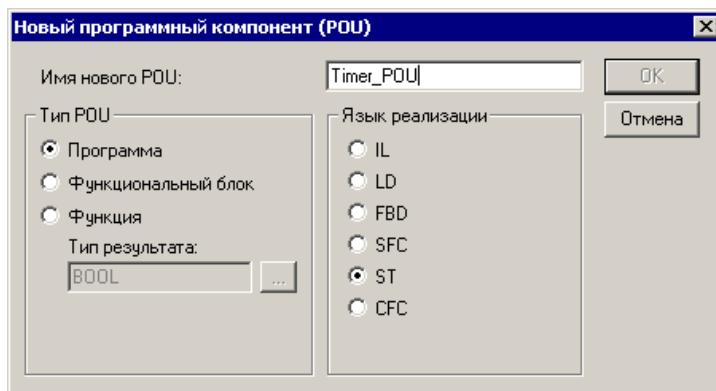

Рисунок 9.1 – Добавление POU
- 4) Воткнувшееся окно (см. рисунок 9.1) задать тип, имя и язык написания POU: добавляемый POU должен быть типа «Программа (Program)», имя и язык написания могут быть любыми, в примере выбран язык ST и дано имя Timer_POU.